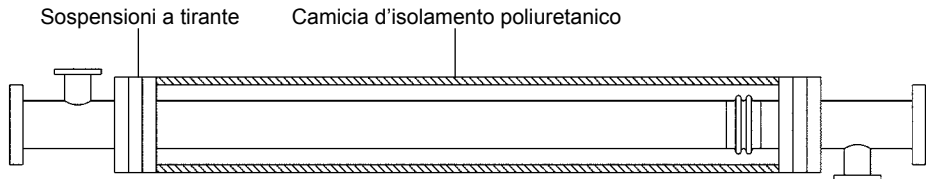

Fig. 10
4.11 Per proteggere il giunto di espansione da colpi accidentali e per ottimizzare il rendimento energetico, consigliamo di usare una camicia isolante poliuretanica come rappresentato in Fig. 10.